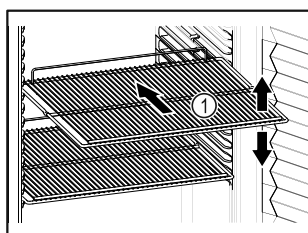

Fig. 57 Vejledende illustration
- ☐ Tilpas højden, når bæreristene Fig. 57 (1) kan flyttes.